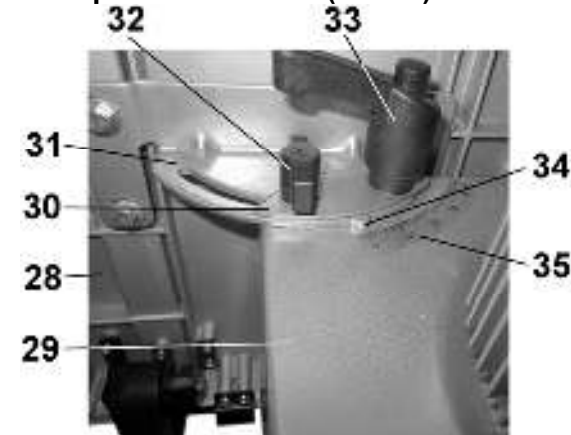

Рис. 4
10.1. Установка рабочего стола (Рис. 4)
10.1.1. Демонтируйте ручки фиксации (32; 33) и прижимную пластину (30). На нижнюю тумбу (29) установите и закрепите рабочий стол (28), как показано на Рис.4.
11.1. Установка рабочего стола под прямым углом к пильной ленте (Рис. 4)
11.2. Установка рабочего стола под углом к пильной ленте (Рис.4)